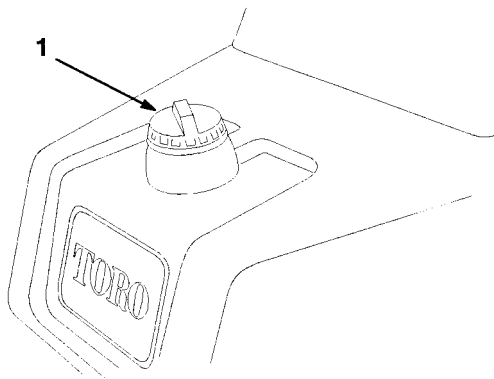

図 13
1. 燃料タンクのキャップ (図13) の周囲をきれいに拭く。キャップを外し、タンクの天井 (給油口の根元) から約 2.5 cm 下まで燃料を入れる。これは、温度が上昇して燃料は膨張したときにあふれないように空間を確保するためである。入れすぎ厳禁。